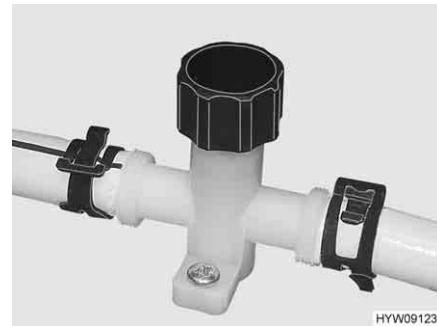

Fig. 185 Rubinetto di scarico (tubatura dell'acqua)
- Chiudere i rubinetti di scarico (Fig. 186 e Fig. 185). Chiudere i coperchi in senso orario oppure posizionare la leva a bilanciere in posizione orizzontale. L'ubicazione delle valvole di sicurezza/di scarico e dei rubinetti di scarico è riportata al paragrafo 10.6, alla fine di questo capitolo.